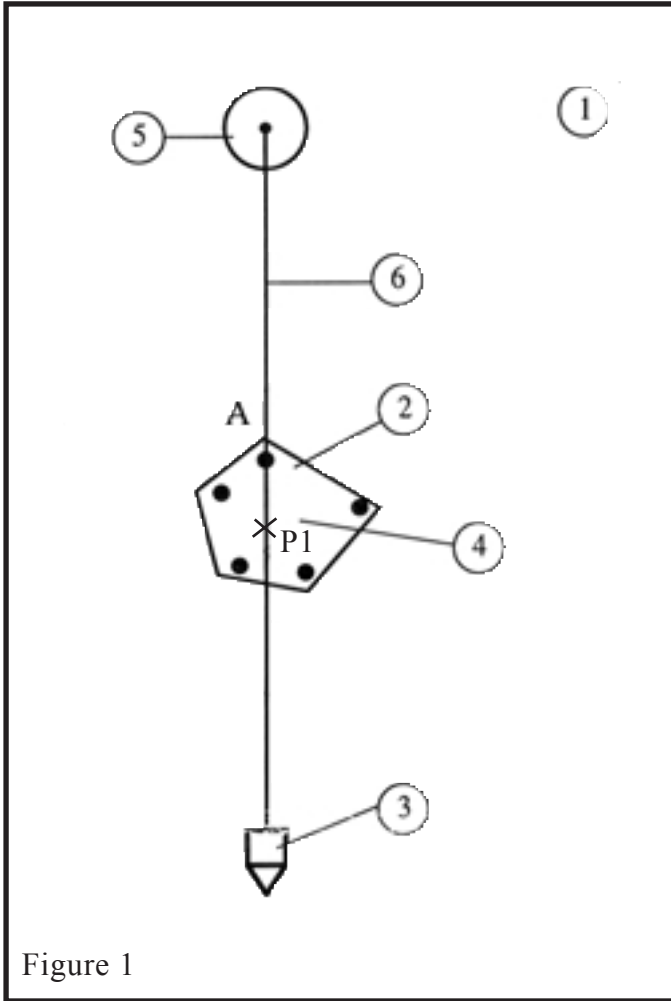

Figure 1
- 2) Je suspends le solide en un point quelconque que je nomme A en utilisant l'axe et la ficelle (voir fig. 1)